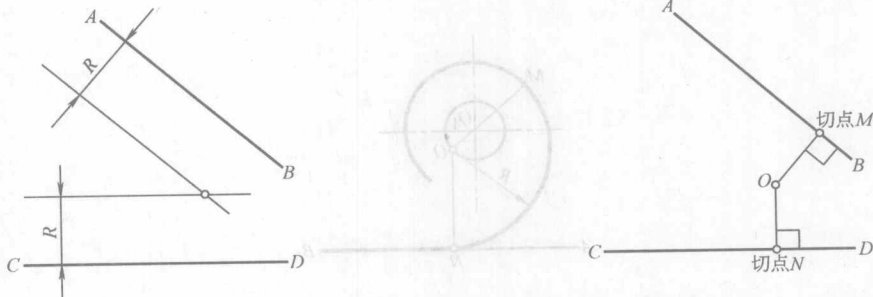

图 1-1 两直线间的圆弧连接步骤一 图 1-2 两直线间的圆弧连接步骤二
- 1) 作与已知角的两边  $AB$  和  $CD$  分别相距为  $R$  的平行线，交点即为连接弧圆心，如图 1-1 所示。